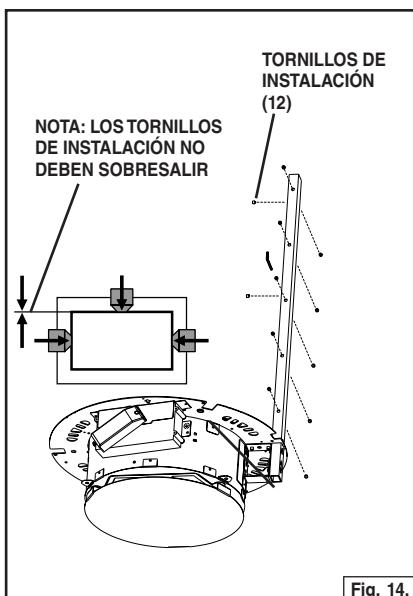

Fig. 14.
- Inserte 12 tornillos de instalación en cada brazo de soporte inferior. Asegúrese de que los tornillos no sobresalgan hacia la sección interna del brazo. Fig. 14.